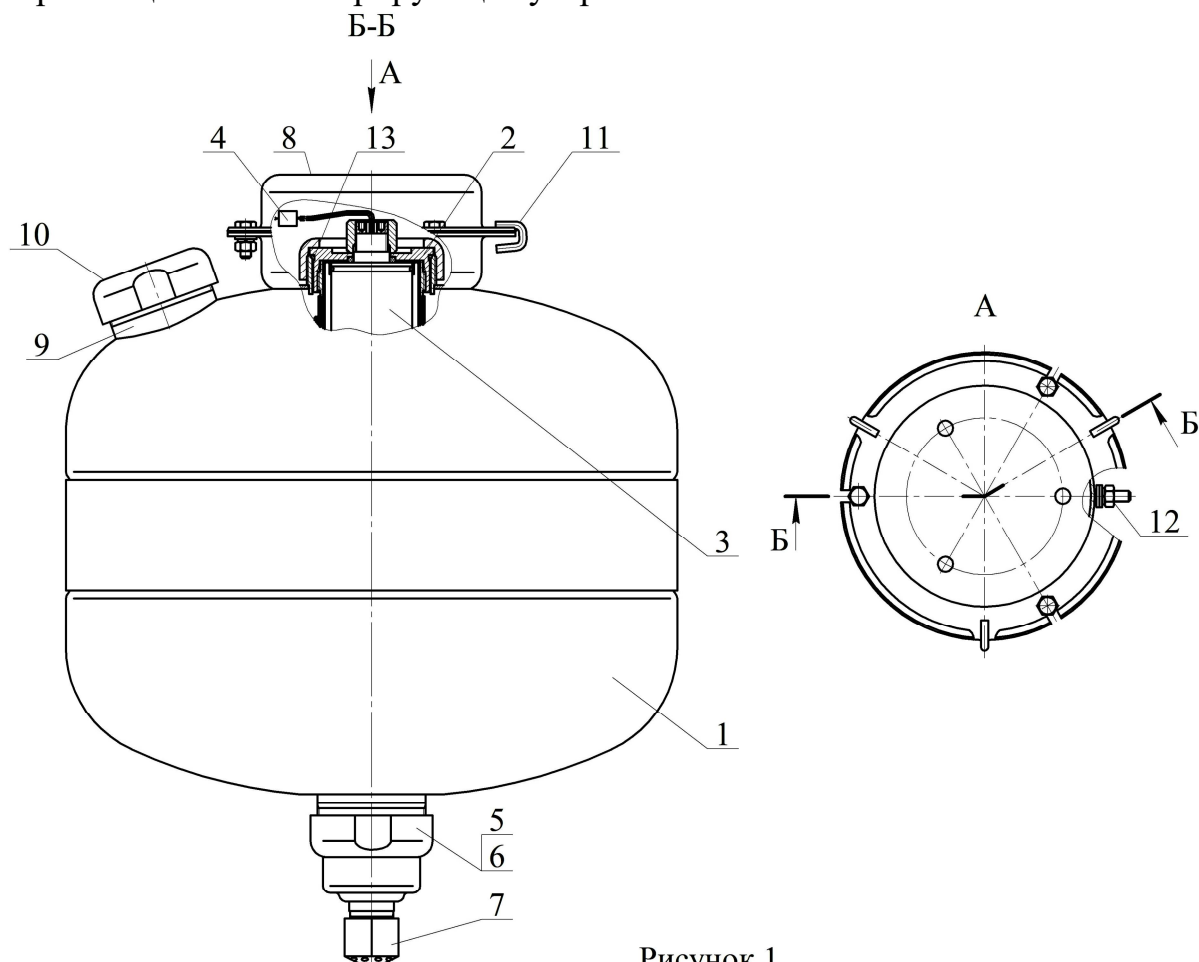

Рисунок 1
4.1.1 МУПТВ (см. рисунок 1) состоит из корпуса 1, заправленного ОТВ, в котором размещено газогенерирующее устройство 2.
4.2.1 После подачи электрического импульса на выводы элемента электропускового 4 (см. рисунок 1) ИХГ 3 генерирует газ, который создает давление внутри корпуса МУПТВ для вскрытия мембраны 5 и выпуска через насадок-распылитель 7 в зону горения тонкораспыленной струи ОТВ.
6.3 Закрепить кронштейн **8** (см. рисунок 1) на потолке. Координаты отверстий в кронштейне приведены на рисунке 3.
6.5.1 Залить в отверстие верхней горловины **9** (см. рисунок 1) воды по ГОСТ 6709-72, СанПиН 2.1.4.1074-01 (температура воды должна быть плюс $(15...25)^{\circ}\text{C}$) объемом $16,65^{+0,2}_{-0}$ дм³. Открыть упаковку с жидкой добавкой к воде и залить ее в отверстие верхней горловины **9**.
6.6.3 Полученный раствор ОТВ залить в отверстие верхней горловины **9** (см. рисунок 1). Для окончательного приготовления ОТВ открыть упаковку с жидкой добавкой и залить ее в отверстие верхней горловины **9**.
6.8 Накрутить до упора насадок-распылитель **7** (см. рисунок 1).
7.3 Комплект поставки для перезарядки МУПТВ (см. рисунок 1):